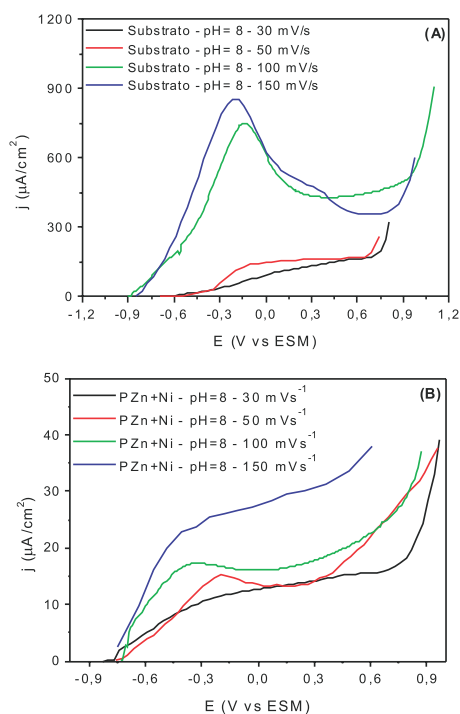

Figura 6 - Curvas de DAV para (A) aço-carbono (SAE 1010) e (B) o mesmo aço fosfatizado com PZn+Ni, obtidas em solução tampão de pH = 8
Além da concentração da solução, a velocidade de varredura também tem grande influência na determinação da porosidade dos revestimentos [7]. A resolução do pico de dissolução/passivação depende da velocidade e, geralmente, quanto maior a velocidade, melhor é a resolução do pico. Foram realizados ensaios com a solução tampão de pH = 8 com quatro velocidades de varredura, especificamente  $30 \text{ mVs}^{-1}$ ,  $50 \text{ mVs}^{-1}$ ,  $100 \text{ mVs}^{-1}$  e  $150 \text{ mVs}^{-1}$ . A Figura 6 mostra as curvas de dissolução/passivação para as quatro velocidades de varredura ensaiadas.
Para as amostras de aço não-fosfatizado (Figura 6 (A)) as taxas medidas foram da ordem de  $10^{-4}$  A  $cm^{-2}$ , que podem ser consideradas típicas de materiais no limiar da passividade, mas para o material revestido com PZn (Figura 6 (B)) as densidades de corrente foram da ordem de  $10^{-5}$  -  $10^{-6}$  A  $cm^{-2}$ , que, neste caso, são típicas de materiais passivos, justificando o emprego das altas velocidades. Entre as velocidades ensaiadas pode ser observado que a velocidade de 100  $mVs^{-1}$  foi a mais conveniente, uma vez que para esta, a resolução do pico de dissolução/passivação foi melhor.